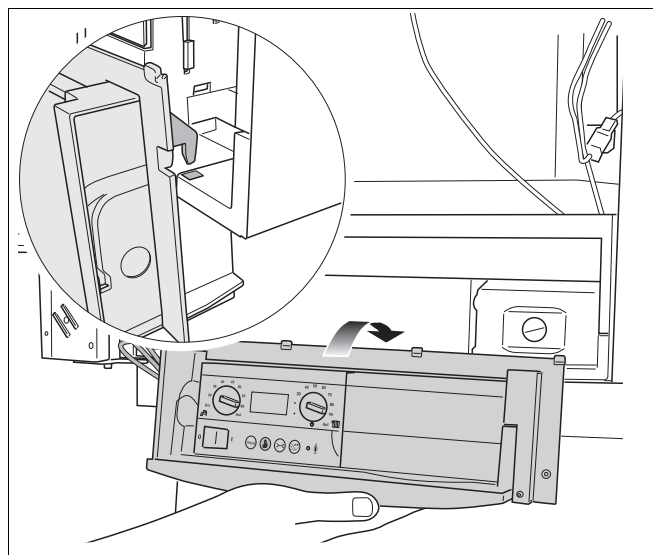

Fig. 100 Agganciare il pannello di servizio al telaio della caldaia
- Agganciare il pannello di servizio alla caldaia, utilizzando i 2 ganci (fig. 100).